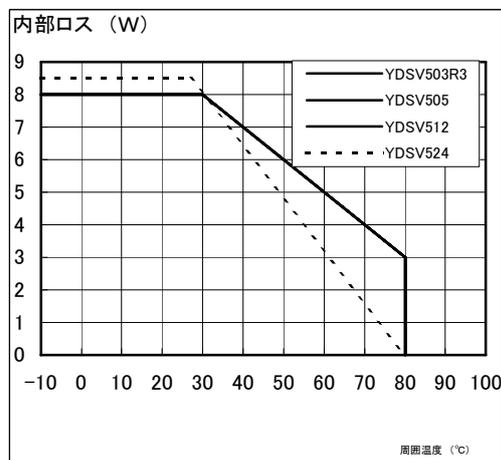

図7. 減定格曲線
d). 図7「減定格曲線」から、求められた内部ロスにおける最高周囲温度が決定されます。
- e). 図7の「減定格曲線」から、算出した内部ロスにおける本製品の最高周囲温度が決定されます。